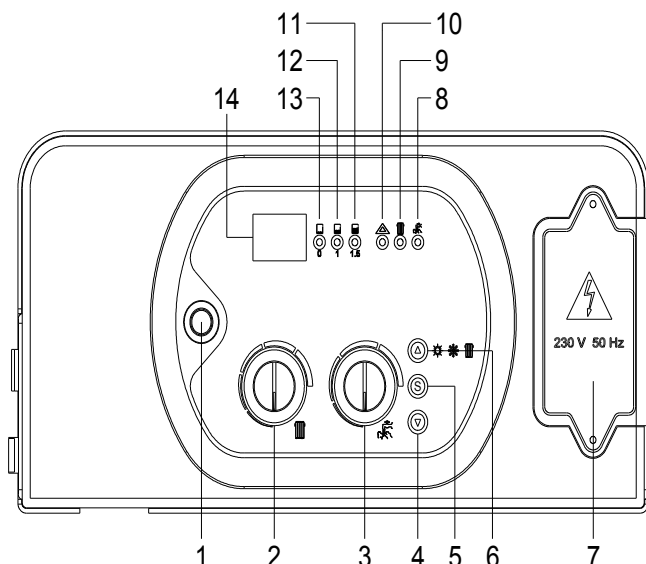

Рис. 1
### ОРГАНЫ УПРАВЛЕНИЯ (рис. 1)
- Откройте запорный клапан и заправляйте систему водой до повышения давления воды до 1,5-2 бар (загорается индикатор 11 на панели управления, см. рис. 1 стр. 11), после чего закройте запорный клапан.
- Удостоверьтесь, что колпачок автоматического воздуховыпускного клапана приоткрыт, позволяя воздуху выходить из системы (рис. 1).
- Перед пуском котла проверьте показания манометра. Если давление воды ниже 0,5 бар, откройте запорный клапан и поднимите давление до 1,5 бар (пока не загорится светодиодный индикатор 11, рис.1, стр. 12), **после чего перекройте подачу воды.**
- Установите выключатель питания в положение ВКЛ (нажатое) (рис.1, стр. 11). Через несколько секунд заработает циркулярный насос.
- Кнопкой 6 (рис. 1, стр. 11) выберите ЗИМНИЙ, ЛЕТНИЙ или КОМБИНИРОВАННЫЙ режим работы (начнут светиться индикаторы 8 и 9).